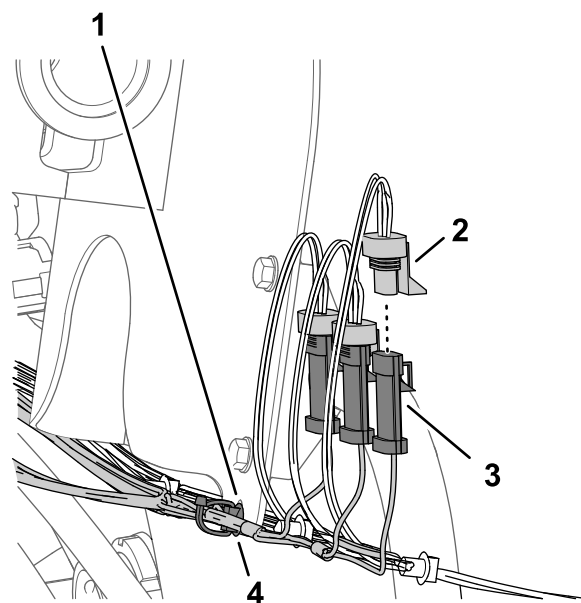

Figura 84
- Collegate il connettore a 3 pin della diramazione di 89 cm del cablaggio preassemblato indicato come IRRORAZIONE SINISTRA al connettore a 3 prese del cablaggio preassemblato della macchina indicato come VALVOLA DI IRRORAZIONE SINISTRA (Figura 84).
- Collegate il connettore a 3 pin del cablaggio preassemblato del kit indicato come IRRORAZIONE CENTRALE al connettore a 3 prese del cablaggio preassemblato della macchina indicato come VALVOLA DI IRRORAZIONE CENTRALE (Figura 84).
- Collegate il connettore a 3 pin del cablaggio preassemblato del kit indicato come IRRORAZIONE DESTRA al connettore a 3 prese del cablaggio preassemblato della macchina indicato come VALVOLA DI IRRORAZIONE DESTRA (Figura 84).
- Inserite il dispositivo di fissaggio a spinta del cablaggio preassemblato del kit nel foro della flangia della staffa del flussometro (Figura 84).